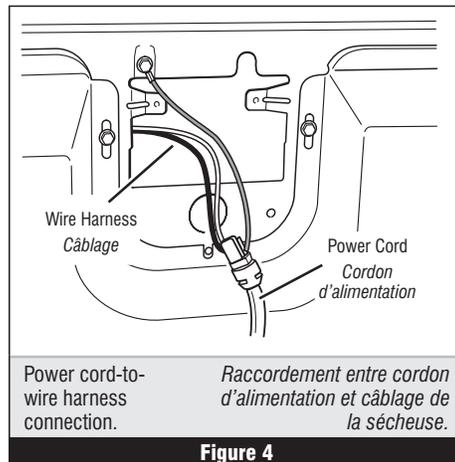
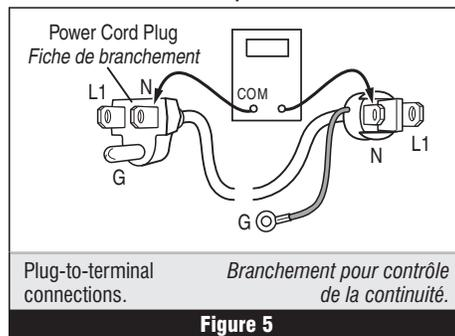

Figure 4
Figure 5
3. Check that the power cord is firmly connected to the dryer's wire harness. See figure 4.
4. Access the machine control electronics without disconnecting any wiring to the control board. The left-hand side of figure 5 shows the position of the neutral terminal (N) on the power cord plug. Also see figure 16, page 14.
- If there is no continuity, disconnect the white wire of the harness from the power cord at the location illustrated in figure 4. Test the continuity of the power cord neutral wire as illustrated in figure 5. If an open circuit is found, replace the power cord. Otherwise, go to step 6.
- If there is no continuity, check the continuity of the power cord in a similar way to that illustrated in figure 5 but for power cord L1 wire.
3. Vérifier que le cordon d'alimentation est correctement raccordé au câblage de la sécheuse. Voir figure 4.
- 5. Avec un ohmmètre, vérifier la continuité entre la broche neutre (N) de la fiche de branchement et la broche P8-3 (conducteur blanc) de la carte des circuits de commande de la machine. La partie gauche de l'illustration à la figure 5 identifie la position de la broche neutre (N) de la fiche de branchement. Voir également figure 16, page 14.
- S'il n'y a pas de continuité, défaire la connexion entre le conducteur blanc du câblage et le cordon d'alimentation, à l'emplacement indiqué à la figure 4. Tester la continuité du conducteur neutre du cordon d'alimentation selon les indications de la figure 5. S'il y a un circuit ouvert, remplacer le cordon d'alimentation; sinon passer à l'étape 6.
- S'il n'y a pas de continuité, contrôler la continuité sur le cordon d'alimentation d'une manière similaire à ce qui est décrit à la figure 5, mais pour le conducteur L1 du cordon d'alimentation.